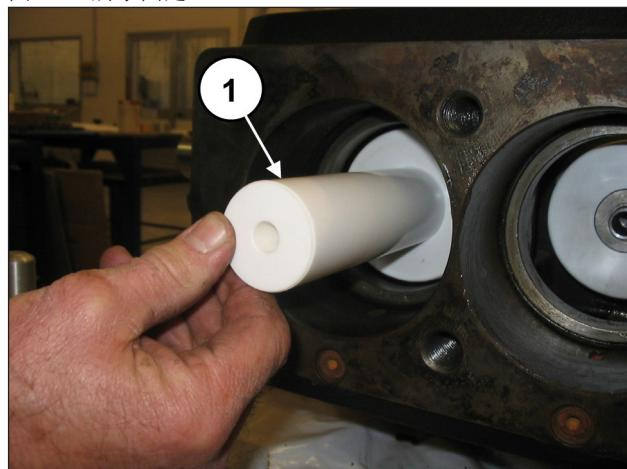
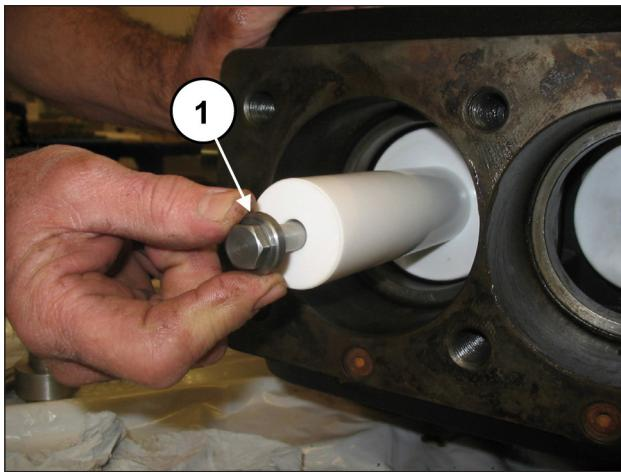

图 147
图 148
将柱塞安装在相应的导承上 (①, 图 147) 并如 ①, 图 148 所示固定。